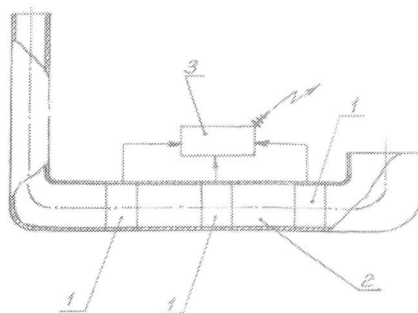

Рис. 1
Аэроэлектростанция (рис.1) состоит из группы ветроэлектростанций 1 (ВЭС), установленных последова-
- имеет модульную конструкцию и может использоваться как "кирпичик" для создания ветроэлектростанции большой мощности (рис. 1 и 3).